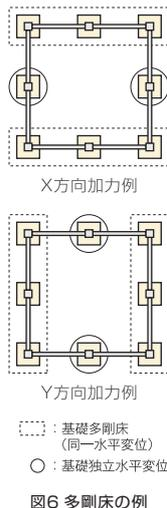

図6 多剛床の例
- ・層ごとに剛床を設定できるほか、同一層内における多剛床(同一水平変位)や基礎ばりがない方向に対する独立水平変位を設定できます(図6)。